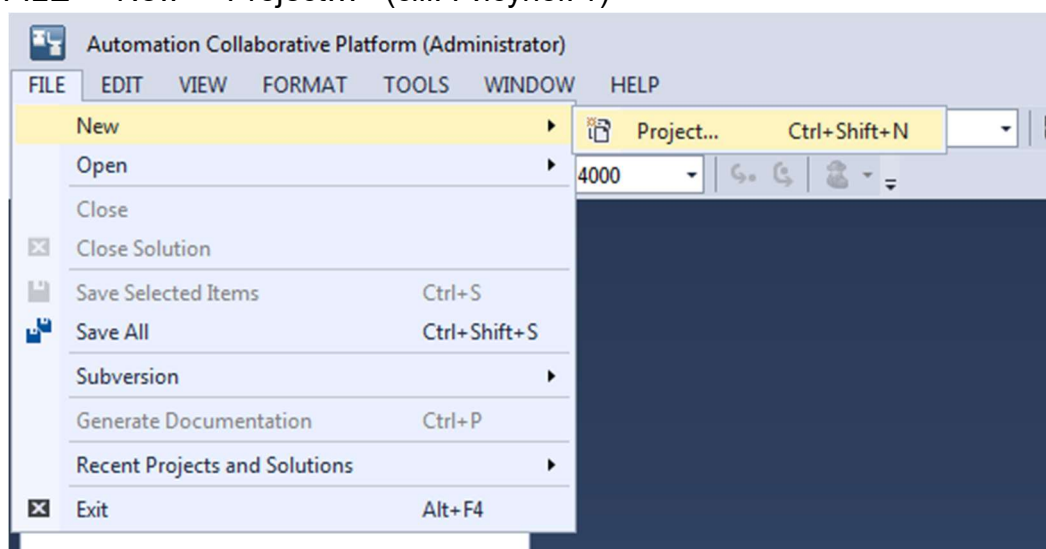

Рисунок 1 – Создание нового проекта
- 2). После запуска среды разработки ACP следует создать проект, выполнив «FILE»-«New»-«Project...» (см. Рисунок 1)